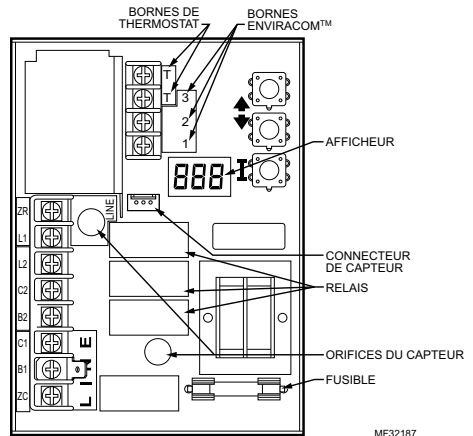

Fig. 5. Carte de circuit imprimé, indiquant la connexion du capteur et les orifices de puits pour les modèles à montage vertical.
3. Aligner prudemment le capteur de remplacement avec l'orifice de la carte de circuit imprimé et le guider dans le boîtier Aquastat et le puits. (Consulter la Fig. 5.)
5. Brancher le capteur dans la carte de circuit imprimé en appuyant le connecteur du capteur dans un connecteur homologue de la carte de circuit imprimé (consulter la Fig. 5).
Pour empêcher la modification non autorisée des réglages Aquastat, le mode de **RÉGLAGE** requiert de suivre une procédure de saisie. Pour accéder au mode **RÉGLAGE**, appuyer simultanément sur les touches **HAUT, BAS** et **I** pendant trois secondes (se reporter à la Fig. 5) pendant trois secondes. Appuyer sur la touche **I** jusqu'à ce que la fonction à régler s'affiche :